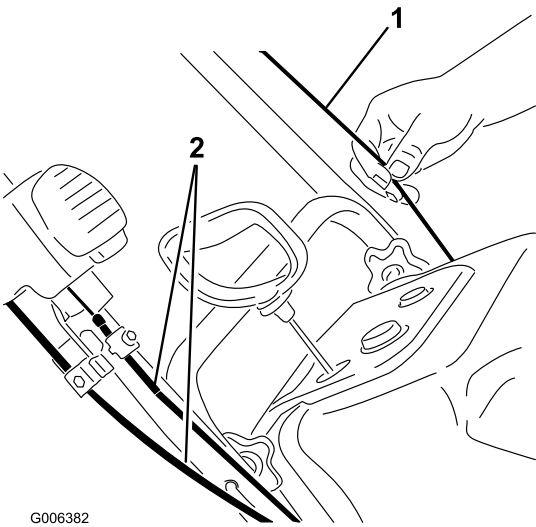

图6
**重要事项：** 确保您不会挤到或扭到控制电缆或 Quick Shoot™ 电缆（图6）。